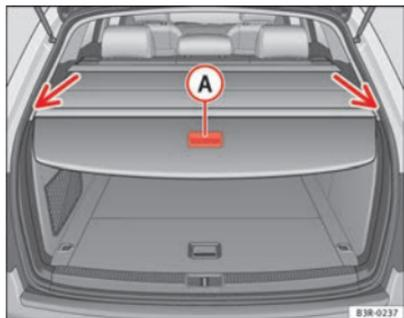

Abb. 120 Geöffnete Heckklappe mit geschlossener Gepäckraumabdeckung
- Ziehen Sie mit dem Griff **(A)** ⇒ Abb. 120 die aufgerollte Abdeckung gleichmäßig zum Fahrzeugheck.
- Hängen Sie die Enden der Querstange in die Öffnungen links und rechts in der Seitenverkleidung ein ⇒ Abb. 120 -Pfeile-.